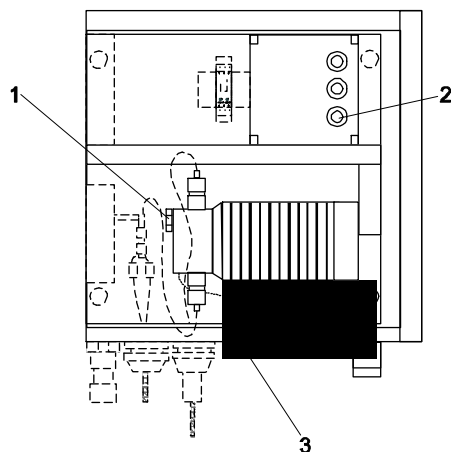

Рис. 18: Откачивание воздуха из насоса
1. Обеспечьте, чтобы не возникли повреждения от фильтрата, выходящего из вентиляционного отверстия блока управления (см. рис. 18, пункт 3). Если необходимо, вставьте шланг с внешним диаметром 4 мм (0.16 дюйма) в вентиляционное отверстие и направьте другой конец шланга в подходящую емкость.